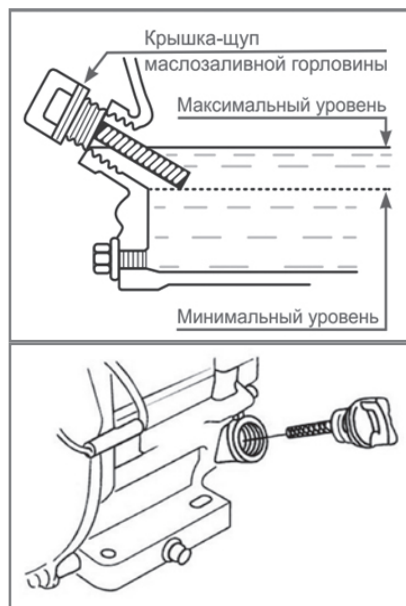

Рис. 9 Крышка-щуп маслозаливной горловины
2. Открутите крышку-щуп маслозаливной горловины и извлеките щуп (Рис. 9)
2. Выкрутите крышку-щуп маслозаливной горловины и извлеките щуп (Рис. 9).